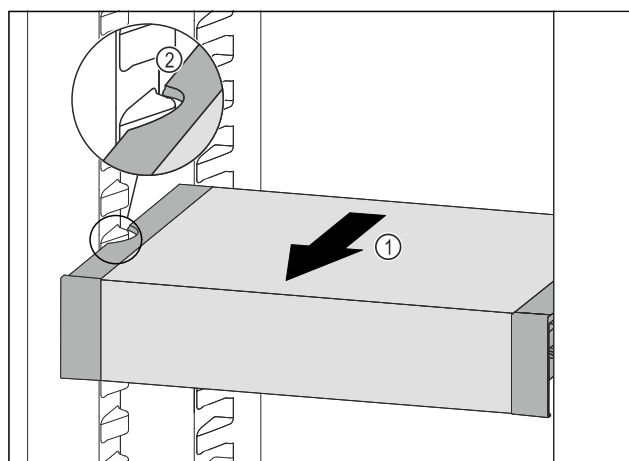

Fig. 119
- 向前拉动 VarioSafe Fig. 119 (1)，直至 VarioSafe 的侧部凹槽与冷藏区中的容器肋梁持平。 Fig. 119 (2)